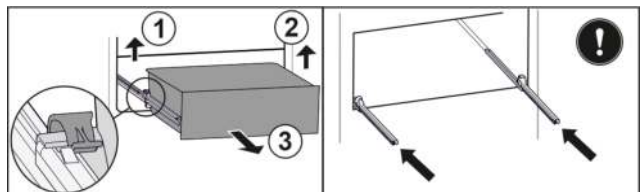

Fig. 70
- Linke Klemme anheben und gleichzeitig Schubfach links nach vorne ziehen. Fig. 70 (1)
- Rechte Klemme anheben und gleichzeitig Schubfach rechts nach vorne ziehen. Fig. 70 (2)
- Schubfach nach vorne entnehmen. Fig. 70 (3)